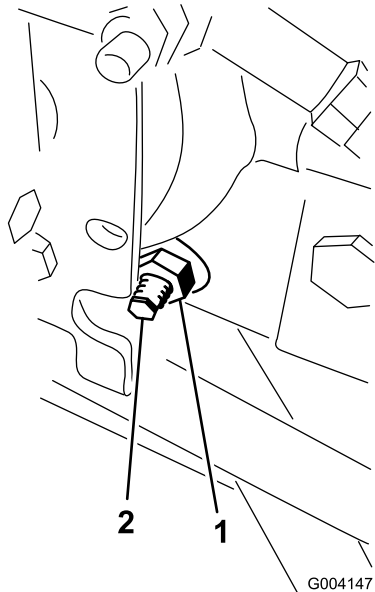

Рисунок 92
3. С правой стороны гидростата ослабьте контргайку кулачка регулировки тяги (Рисунок 92).